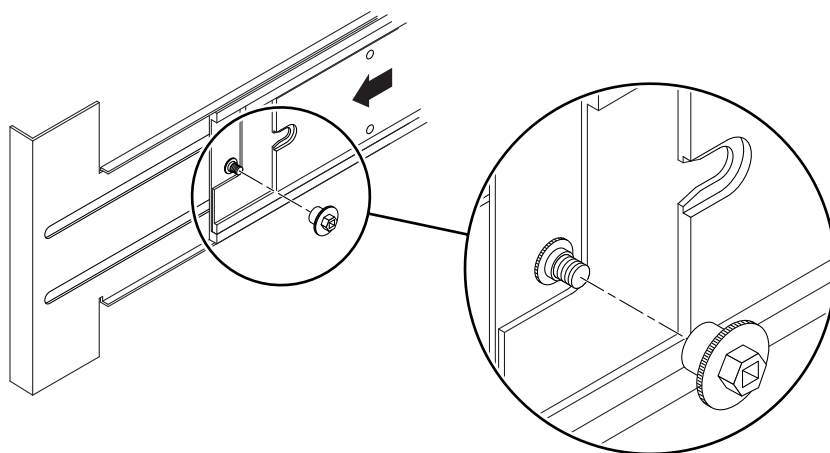

図 1-16 ロックナットの挿入および締め付け
6. サーバーの背面から、レールごとに1つのロックナットを挿入して締め付けます (図 1-16)。